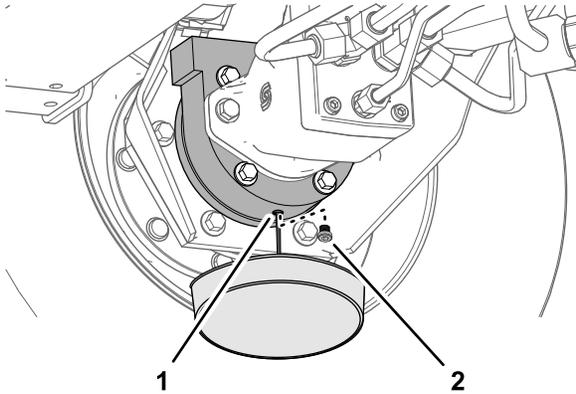

Figura 107
6. Mettete una bacinella sotto la scatola del freno, togliete il tappo di spurgo e lasciate defluire completamente l'olio (Figura 107).